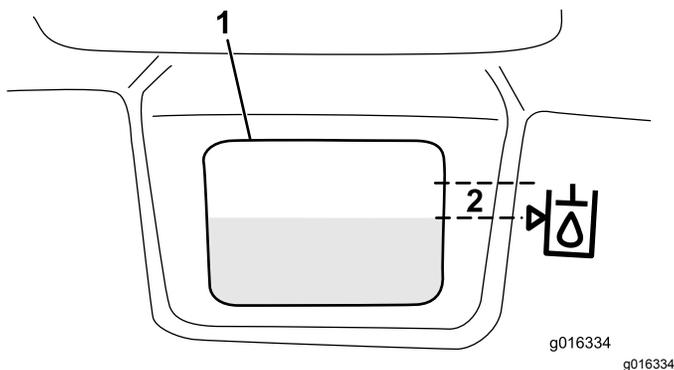

Bild 33
3. Füllen Sie den Behälter langsam mit der entsprechenden Hydraulikölsorte, bis der Ölstand am Pfeil (oder in einem Bereich von 6 mm vom Pfeil) im Symbol neben dem weißen Schauglas vorne am Behälter liegt (Bild 33). Füllen Sie nicht zu viel ein.